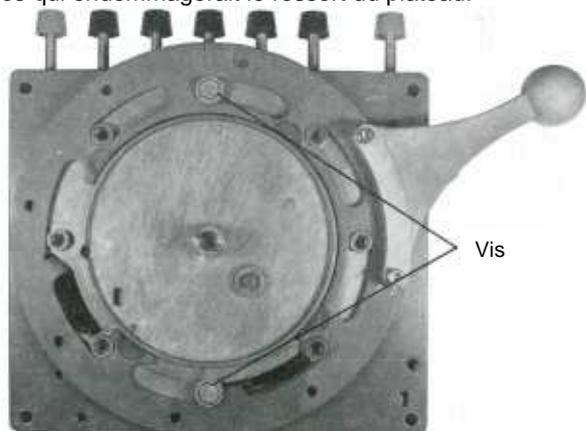

Figure 2. Démontage vis
1. Oter et mettre de côté les deux vis et rondelles qui soutiennent le plateau au bas de l'appareil (Figure 2). Assurez-vous que le plateau ne tombe pas de l'appareil ce qui endommagerait le ressort du plateau.